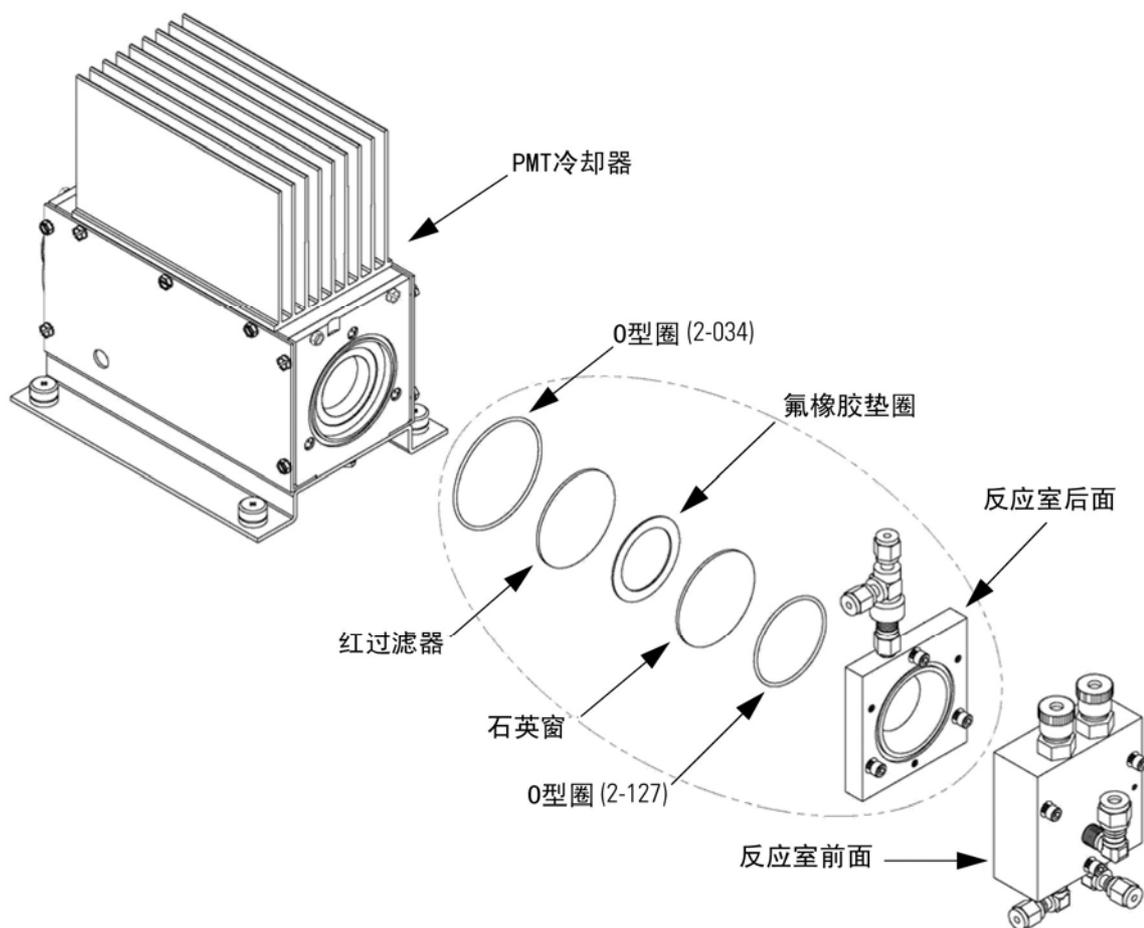

图 7-11 反应室的清洁或拆卸
**反应室清洁或拆卸** 使用下述程序清洁或拆下反应室（见图 7-11）。
3. 去除将反应室前部固定在后面的 3 个凹头螺钉（图 7-11）。露出石英窗和反应室的两个截面的内表面。用布刷和甲醇清洁这些表面。